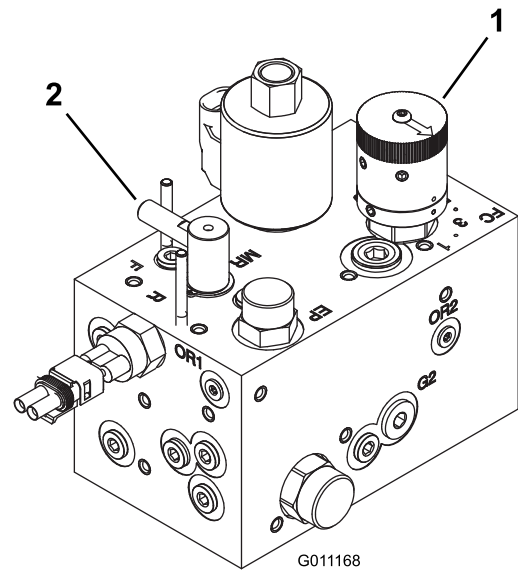

Figura 39
3. Girate la manopola di comando della velocità dei cilindri (Figura 39) fino al numero della velocità dei cilindri stabilito al passaggio 1.